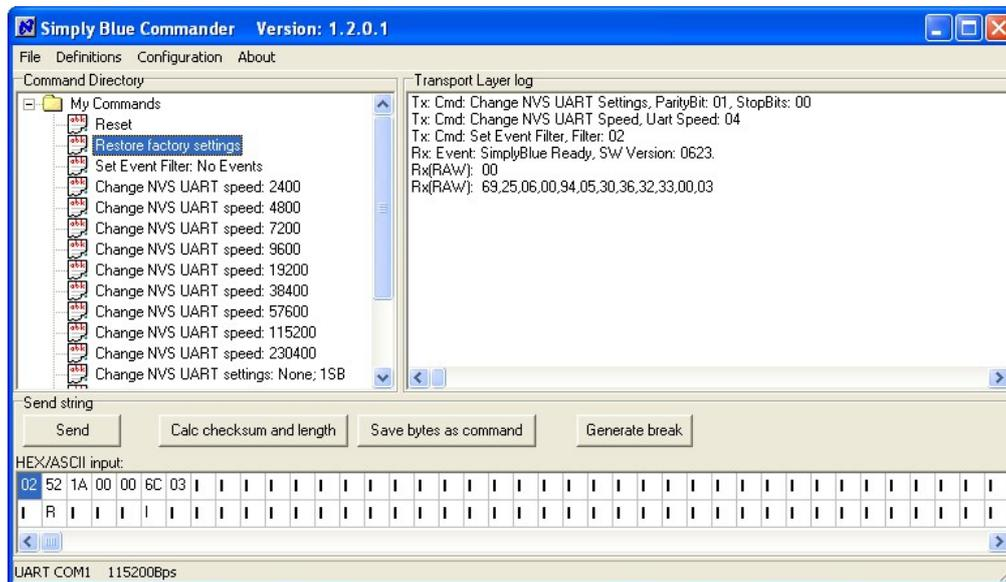

Рисунок 15.
2.7. Если Вы сделали что-то не то, есть возможность вернуть исходные заводские настройки, для этого выбираем и передаем команду “Restore factory settings” (Рисунок 15), а затем “RESET”. При этом адаптер SBT_COM сбросит всю информацию, хранящуюся в памяти, о спаренных по Bluetooth устройствах, снова включится выдача служебных сообщений, а в NVS пропишутся следующие установки UART по умолчанию: